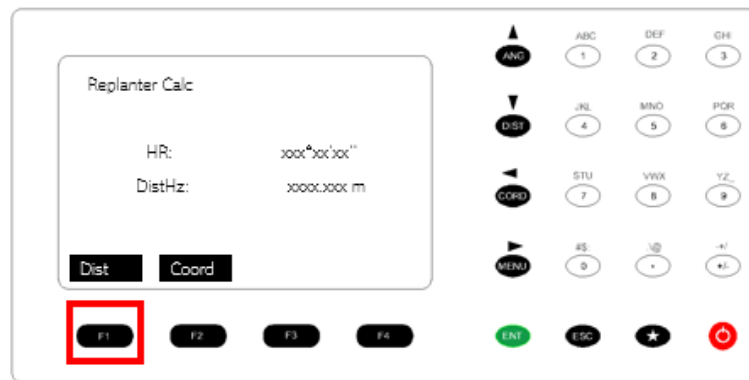

Figura 135. Replanteo del punto.
39. En la ventana emergente, presionar F1 Dist para poder replantear mediante distancia y ángulo. Figura 135.